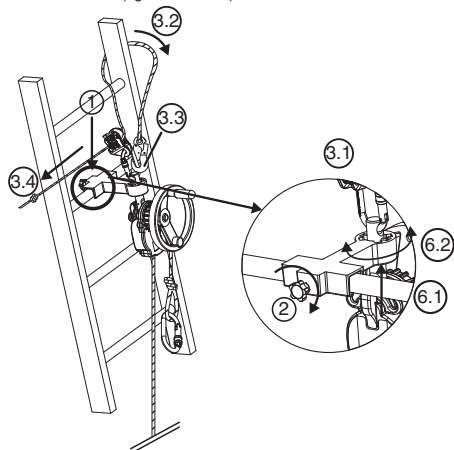

Fig. 7
6.3.3 Apparecchio DEROPE™ UP K (Fig. 7)
1. Posizionare la piccola console bloccabile sul piolo della scala nella posizione scelta per effettuare l'operazione di salvataggio, al di sopra della persona da evacuare (fig. 7, 1).
2. Stringere l'asse di bloccaggio che si trova dietro la console di appoggio mediante il pulsante di serraggio (fig. 7, 2).
- Fissare il connettore del dispositivo di regolazione LCM 05 nel foro della parte superiore dell'asse di aggancio (fig. 7, 3.1).
- Far passare il cordino di sicurezza attorno al piolo della scala situato al di sopra della console avvolgendolo intorno ad uno dei montanti della scala (fig. 7, 3.2).
- Collegare il connettore del cordino di sicurezza al connettore del dispositivo di regolazione LCM 05 (fig. 7, 3.3).
- Tendere il cordino di sicurezza tirando sull'estremità libera (fig. 7, 3.4).
6. Orientare l'apparecchio DEROPE™ secondo la necessità modificando la posizione dell'asse di aggancio nel dispositivo di posizionamento (fig. 7, 6.1 – 6.2).